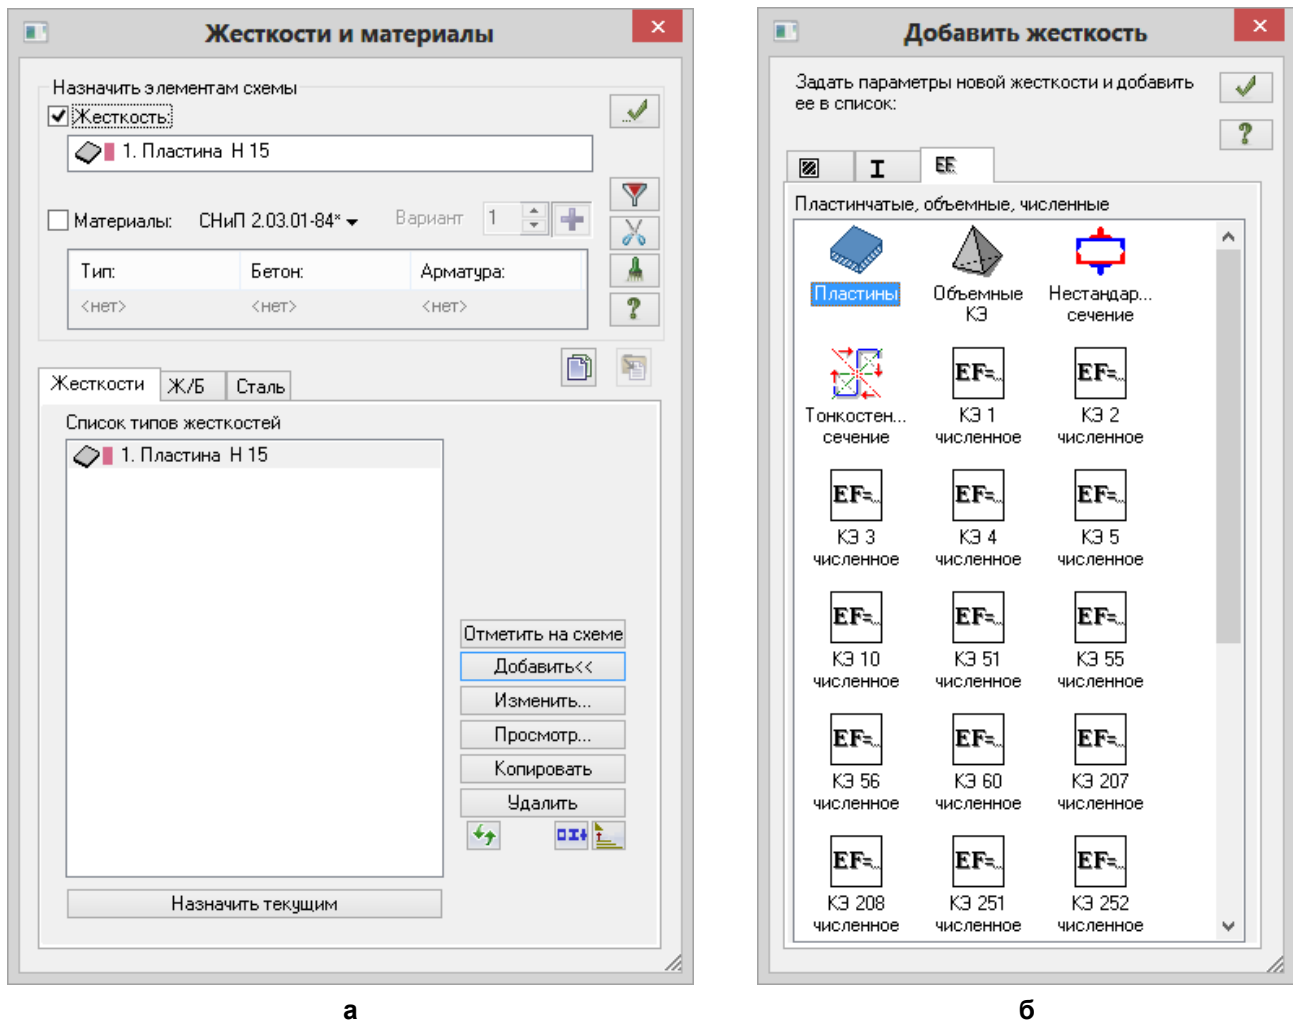

Рис.2.8. Диалоговые окна: а – Жесткости и материалы, б – Добавить жесткость
Щелчок по кнопке **Назначить текущим** или двойной щелчок по строке **Списка вариантов конструирования схемы** делает выбранный вариант активным в графической среде. Выбор материалов для варианта конструирования происходит в диалоговом окне **Жесткости и материалы** (рис.2.8,а).
- Щелчком по кнопке  – **Жесткости и материалы** (панель **Жесткости и связи** на вкладке **Создание и редактирование**) вызовите диалоговое окно **Жесткости и материалы** (рис.2.8,а).
- В этом окне щелкните по кнопке **Добавить** и в появившемся окне **Добавить жесткость** (библиотеке жесткостных характеристик) щелкните по третьей закладке численного описания жесткости (рис.2.8,б).